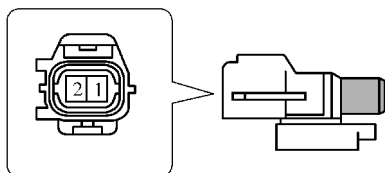

图 7-21 环境温度传感器
1) 使用万用表测量环境温度传感器两端子之间电阻值应随温度升高而逐渐降低，如图 7-21 所示。若不符合规定则更换传感器。